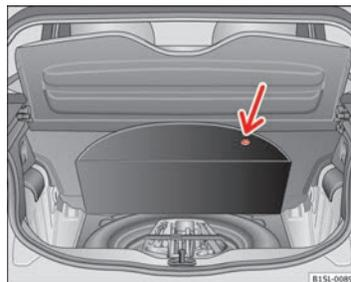

Fig. 131 En el maletero: Moqueta levantada.
Las herramientas de a bordo, la rueda de repuesto, la rueda de emergencia o el kit antipinchazos se encuentran en el maletero, debajo de la moqueta del piso ⇒ fig. 131.
- Levante la moqueta por la escotadura (flecha) ⇒ fig. 131.